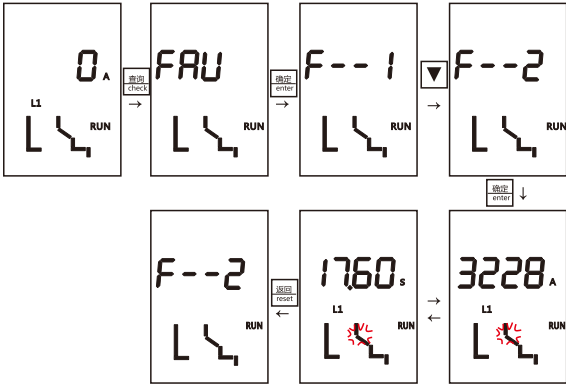
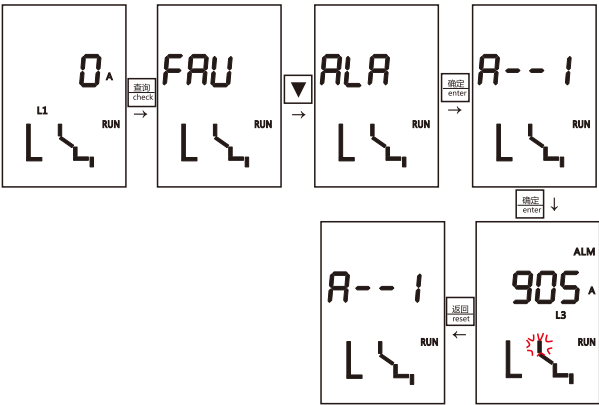
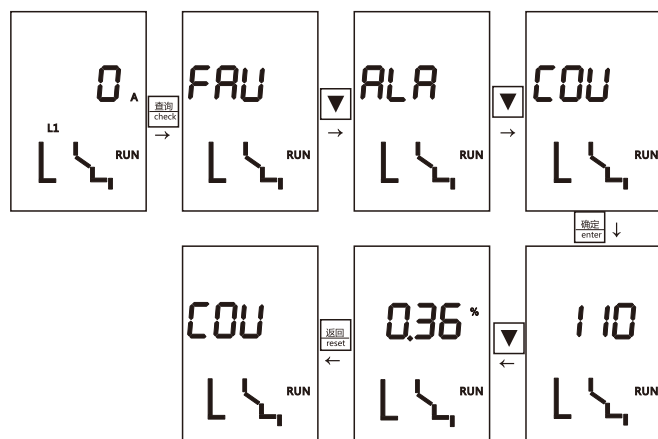
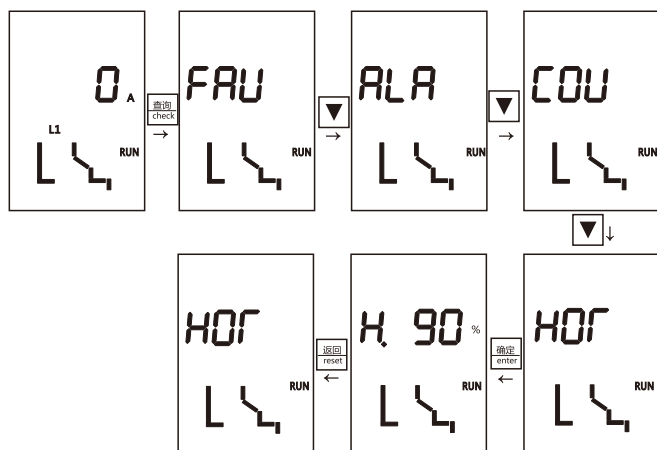

图57 第2次故障记录查询操作
图58 第1次报警记录查询操作
图59 断路器操作次数及寿命记录查询操作
图60 断路器故障脱扣后热容查询操作
7.6.6.5.3 查询状态：缺省界面按“查询”按键，进入查询状态，在查询状态可查询近10次故障记录、近8次报警记录、断路器操作次数、寿命记录、热容信息。示例见图57、图58、图59、图60